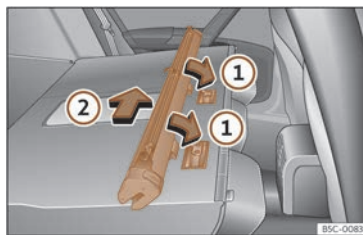

Fig. 197 Monter le filet de séparation sur le dossier de la banquette arrière.
- Placez la structure du filet sur les renforcements des rails de fixation dans le sens des flèches >>> **fig. 197①**.
- Poussez la structure vers le côté gauche du véhicule dans le sens de la flèche >>> **fig. 197②** et jusqu'à la butée.
- Tirez la structure du filet de 5 cm environ dans le sens contraire à celui de la flèche >>> **fig. 197②**.
- Retirez la structure du rail de maintien en tirant dans le sens contraire à celui des flèches >>> **fig. 197①**.